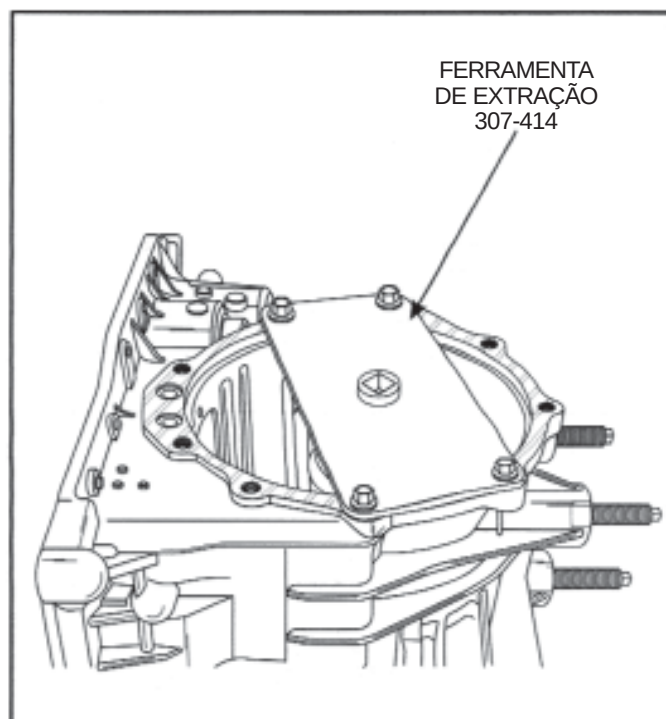

Figura 111
4. Gire a transmissão 180° de forma que o lado da tampa traseira esteja voltada para cima (Vide Figura 111).
5. Instale a placa de suporte da porca e o soquete 307-414 na engrenagem de entrada da tração final, conforme ilustrado na Figura 111.